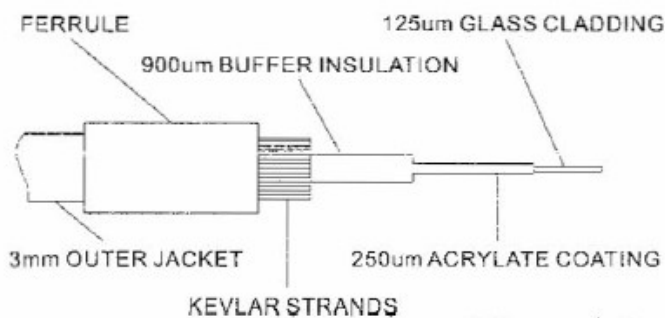

Figure 3
Step 3 Piegare i fili di kevlar indietro sul rivestimento del cavo e quindi far scorrere il puntale (ferrulo) verso l'interno in modo da mantenere i fili di Kevlar. Avremo quindi esposto il cavo 900um. (fig. 3)